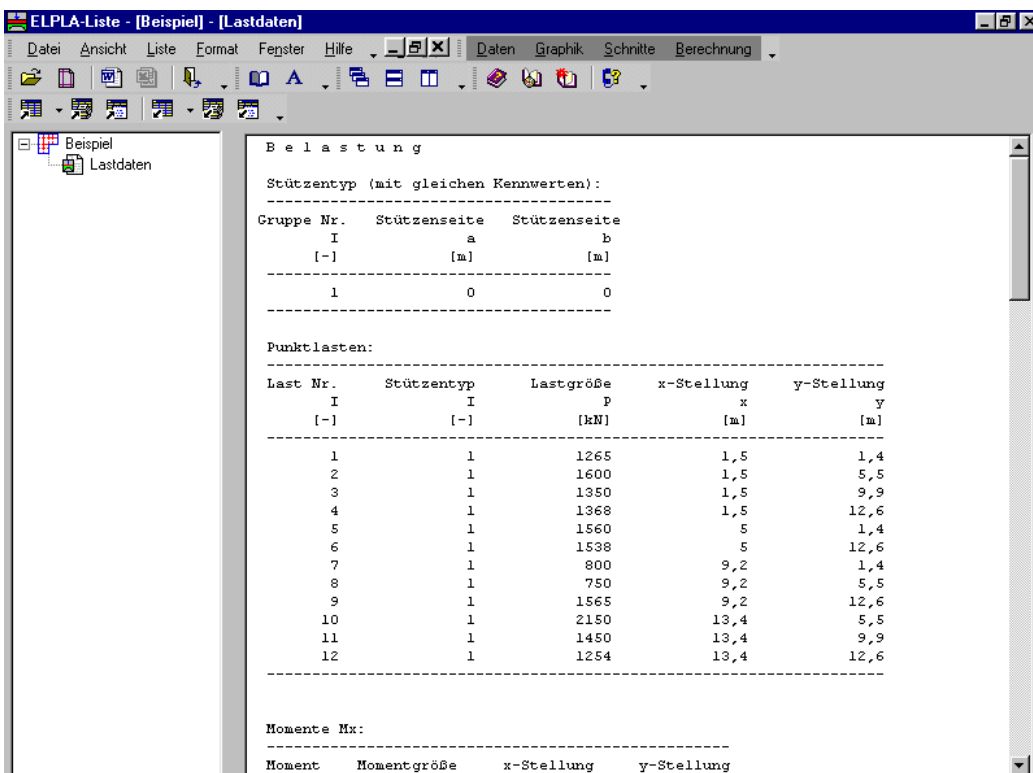

Bild 1-50 Listen der Lastdaten
- Klicken Sie auf "OK". Die Lastdaten werden jetzt auf dem Bildschirm gelistet, wie im Bild 1-50 gezeigt